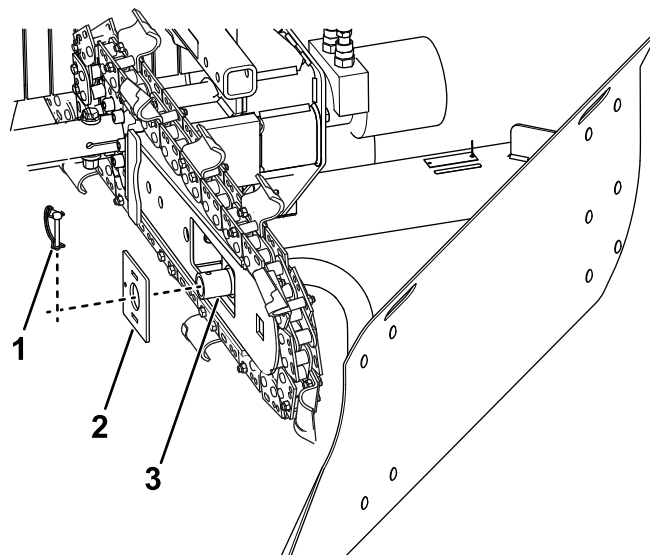

Figure 4
3. Enlevez la goupille à anneau et la plaque de montage du support avant (Figure 4).
5. Glissez la plaque de montage sur le support avant et fixez-la avec la goupille à anneau attachée par le cordon (Figure 4).